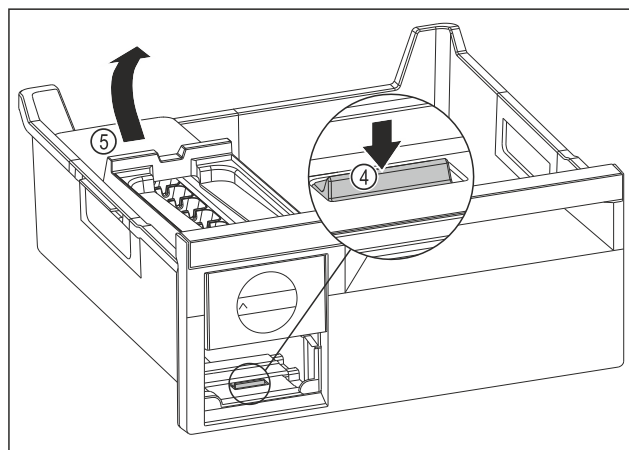

Fig. 111
- ▶ Odstranjevanje glavnega dela EasyTwist-Ice: Spongo Fig. 111 (4) s prstom potisnite navzdol in hkrati z drugo roko glavni del EasyTwist-Ice Fig. 111 (5) od zadaj dvignite.